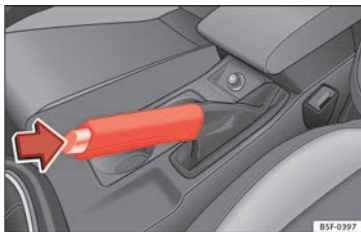

Fig. 186 Travão de mão entre os bancos dianteiros.
- Puxe com força para cima a alavanca do travão de mão » **Fig. 186**.
- Puxar a alavanca um pouco para cima, pressionar o botão de desbloqueio no sentido da seta » **Fig. 186** e fazer descer completamente a alavanca »